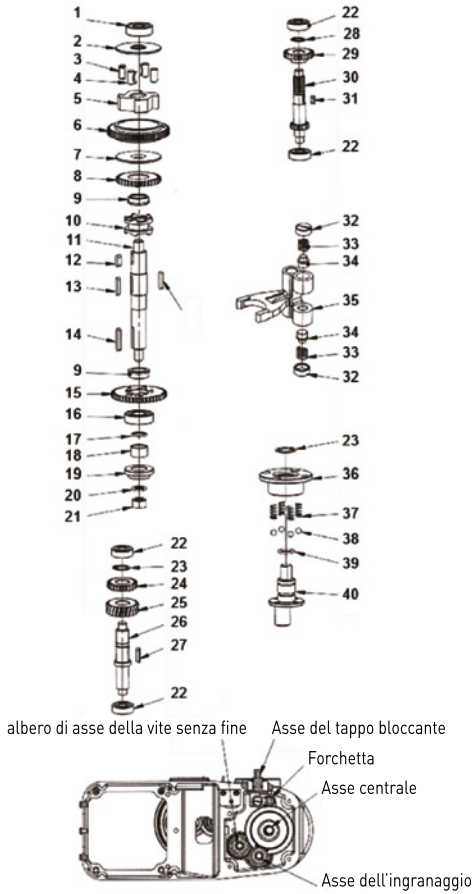

Fig. 2: Unità di ingranaggio
- Unità di ingranaggio (Fig. 2);
## Elenco di pezzi dell'apparecchio sulla Fig. 2